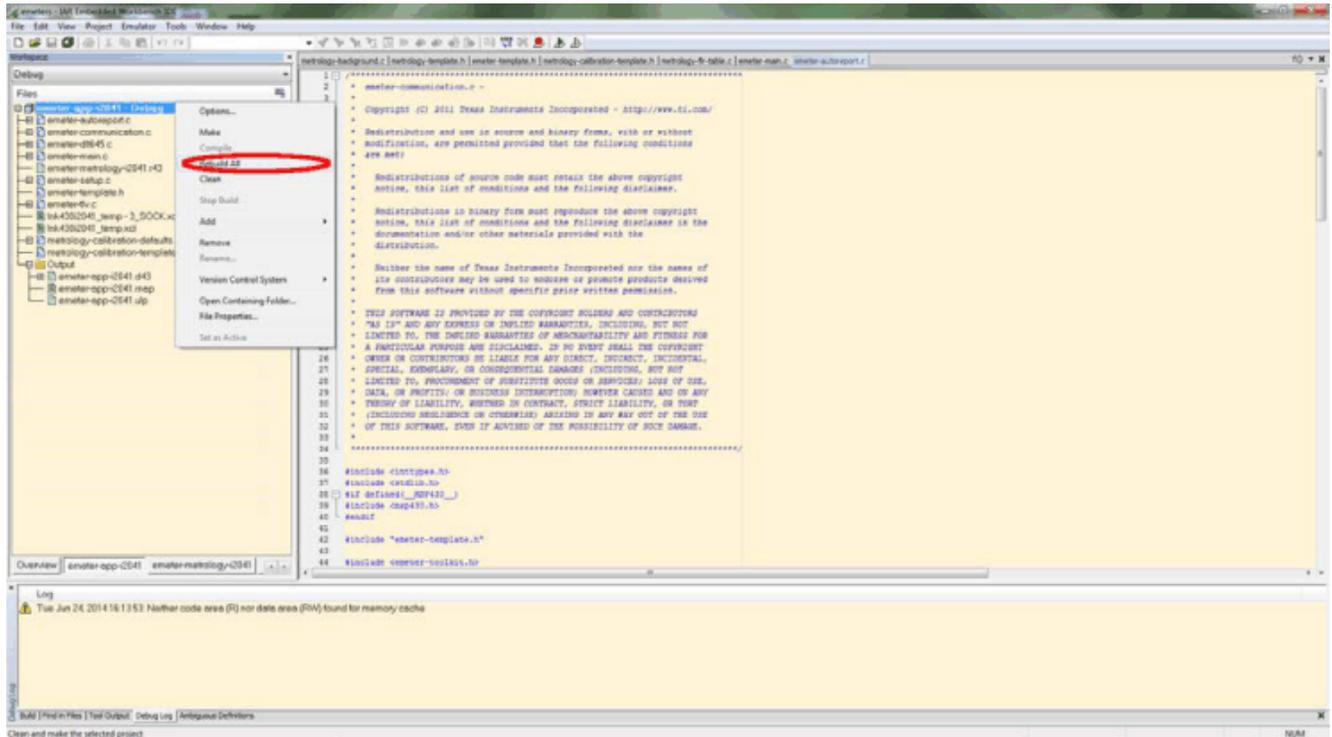

图 9-6. 编译应用程序
- 通过右键单击工程并从弹出菜单中选择“Rebuild All”来重新编译工程（请参阅图 9-6）。在重新编译过程中会报告三条警告（请参阅图 9-6），可以放心地忽略这三条警告。要打开工程工作区，修改代码，编译和下载代码，必须使用有效的许可证安装 IAR Embedded Workbench® 5.5。如果没有可用的有效许可证，仍然可以下载目标代码。有关下载过程，请参阅节 9.3。